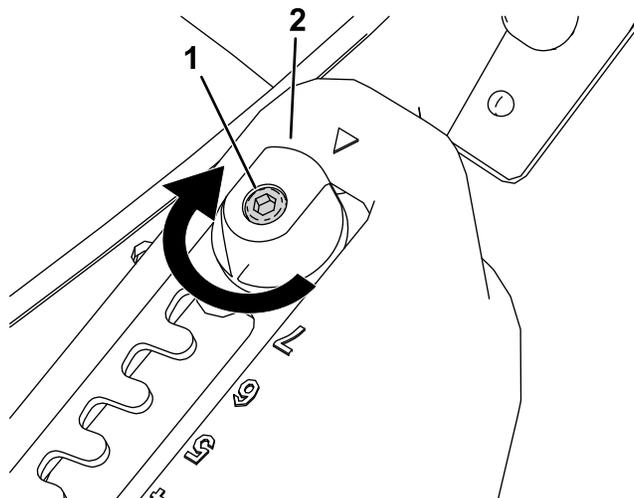
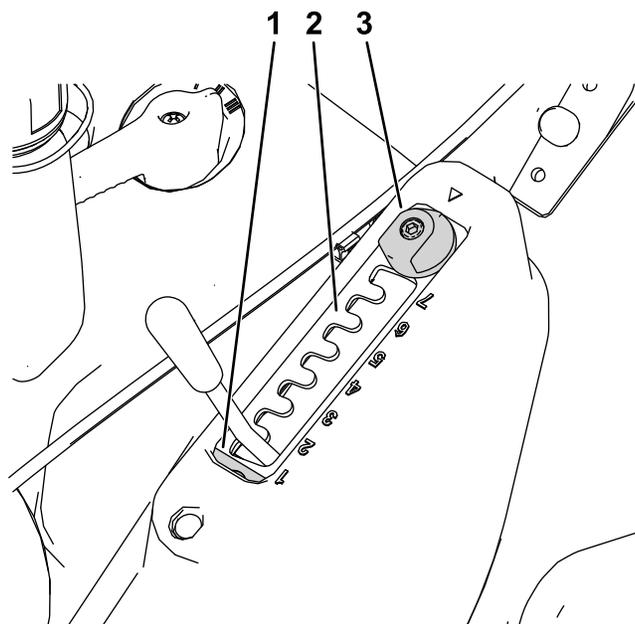

Figura 12
Figura 13
1. Allentate il bullone di fissaggio della piastra del selettore con una chiave Allen (Figura 12).
2. Ruotate il regolatore MatchCut di 180° (Figura 12 e Figura 13).